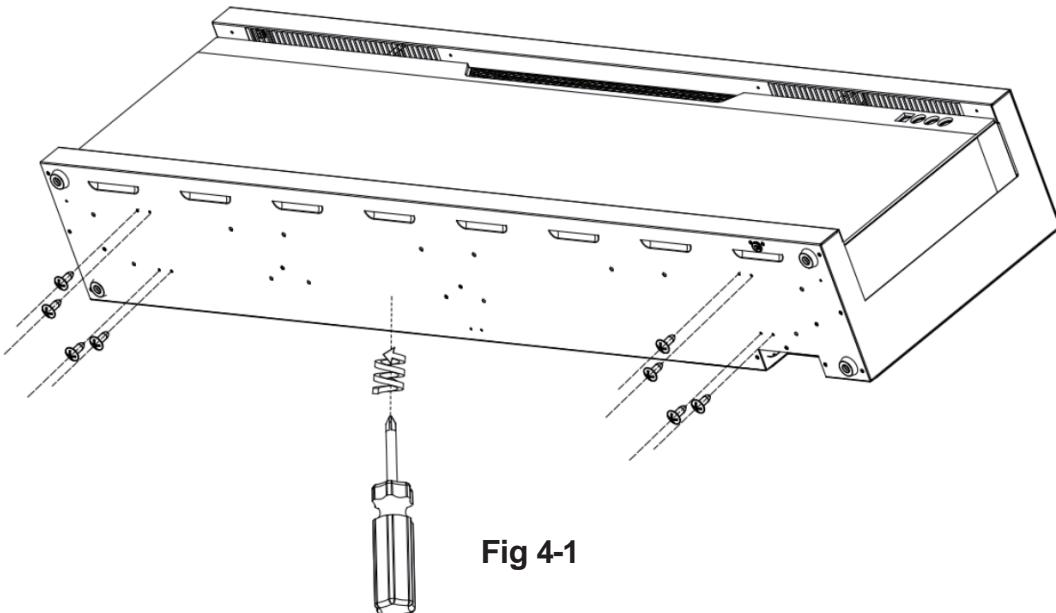

Fig 4-1
- I. Verwijder alle schroeven uit de onderkant van het apparaat. (Afb. 4-1) Leg de schroeven opzij.